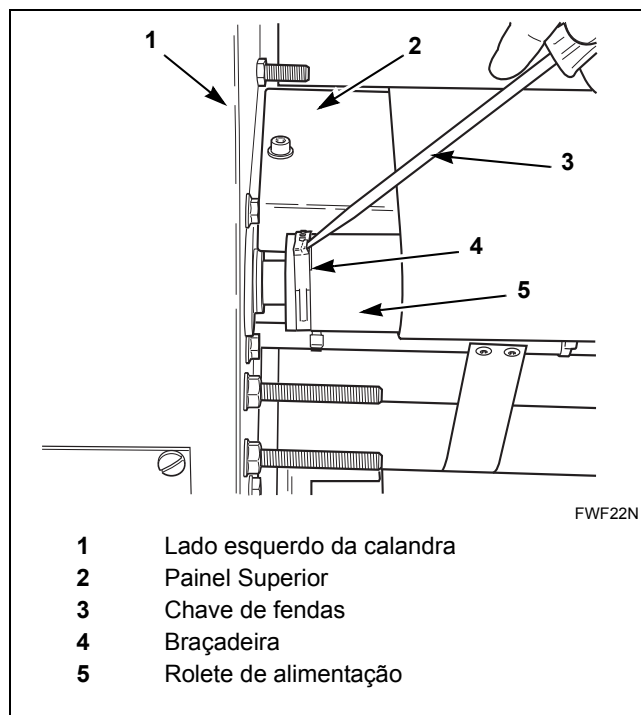

Figura 23
1. Com uma chave de fendas padrão, abra a braçadeira na extremidade esquerda do rolete de alimentação. Consulte a *Figura 23*.